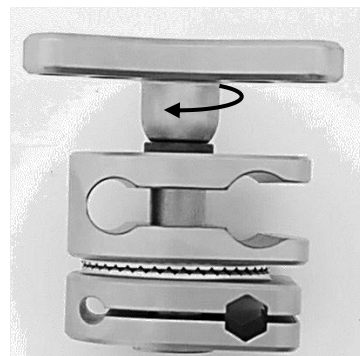

Abb. 12
Den Sterngriff (1), wie in Abbildung 12 zu sehen, auf die Gewindestange (4) setzen und im Uhrzeigersinn festdrehen.